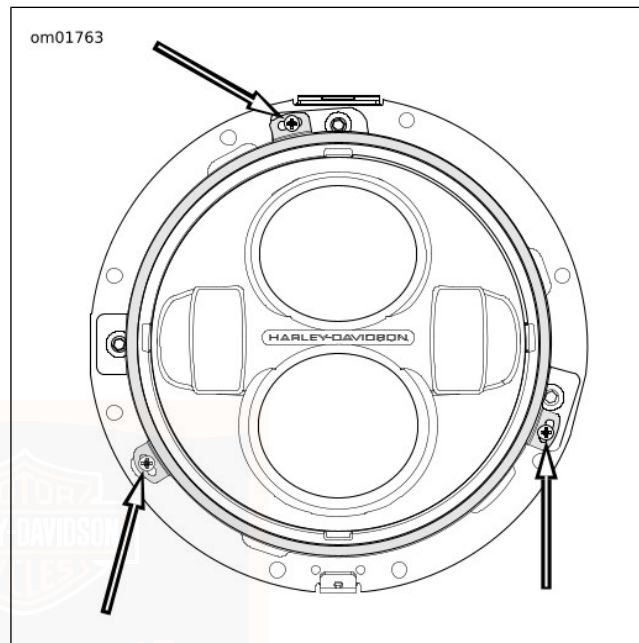

Figura 91. Viti di ritegno del faro anteriore
3. Vedere Figura 91. Rimuovere le viti che fissano l'anello di ritegno.